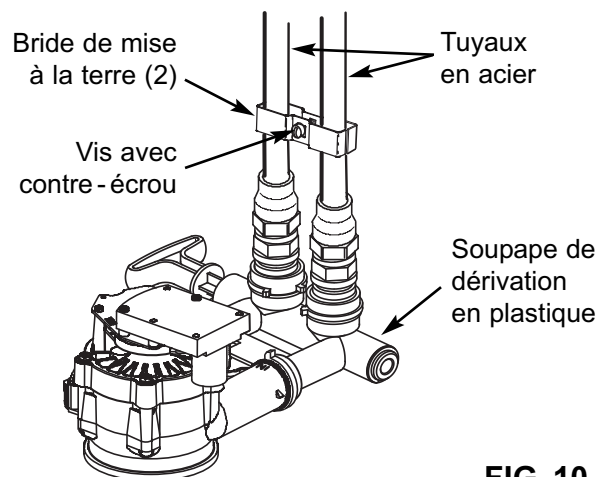

FIG. 10
2. Fixez solidement la vis au centre de la bride de mise à la terre (voir la figure 10).